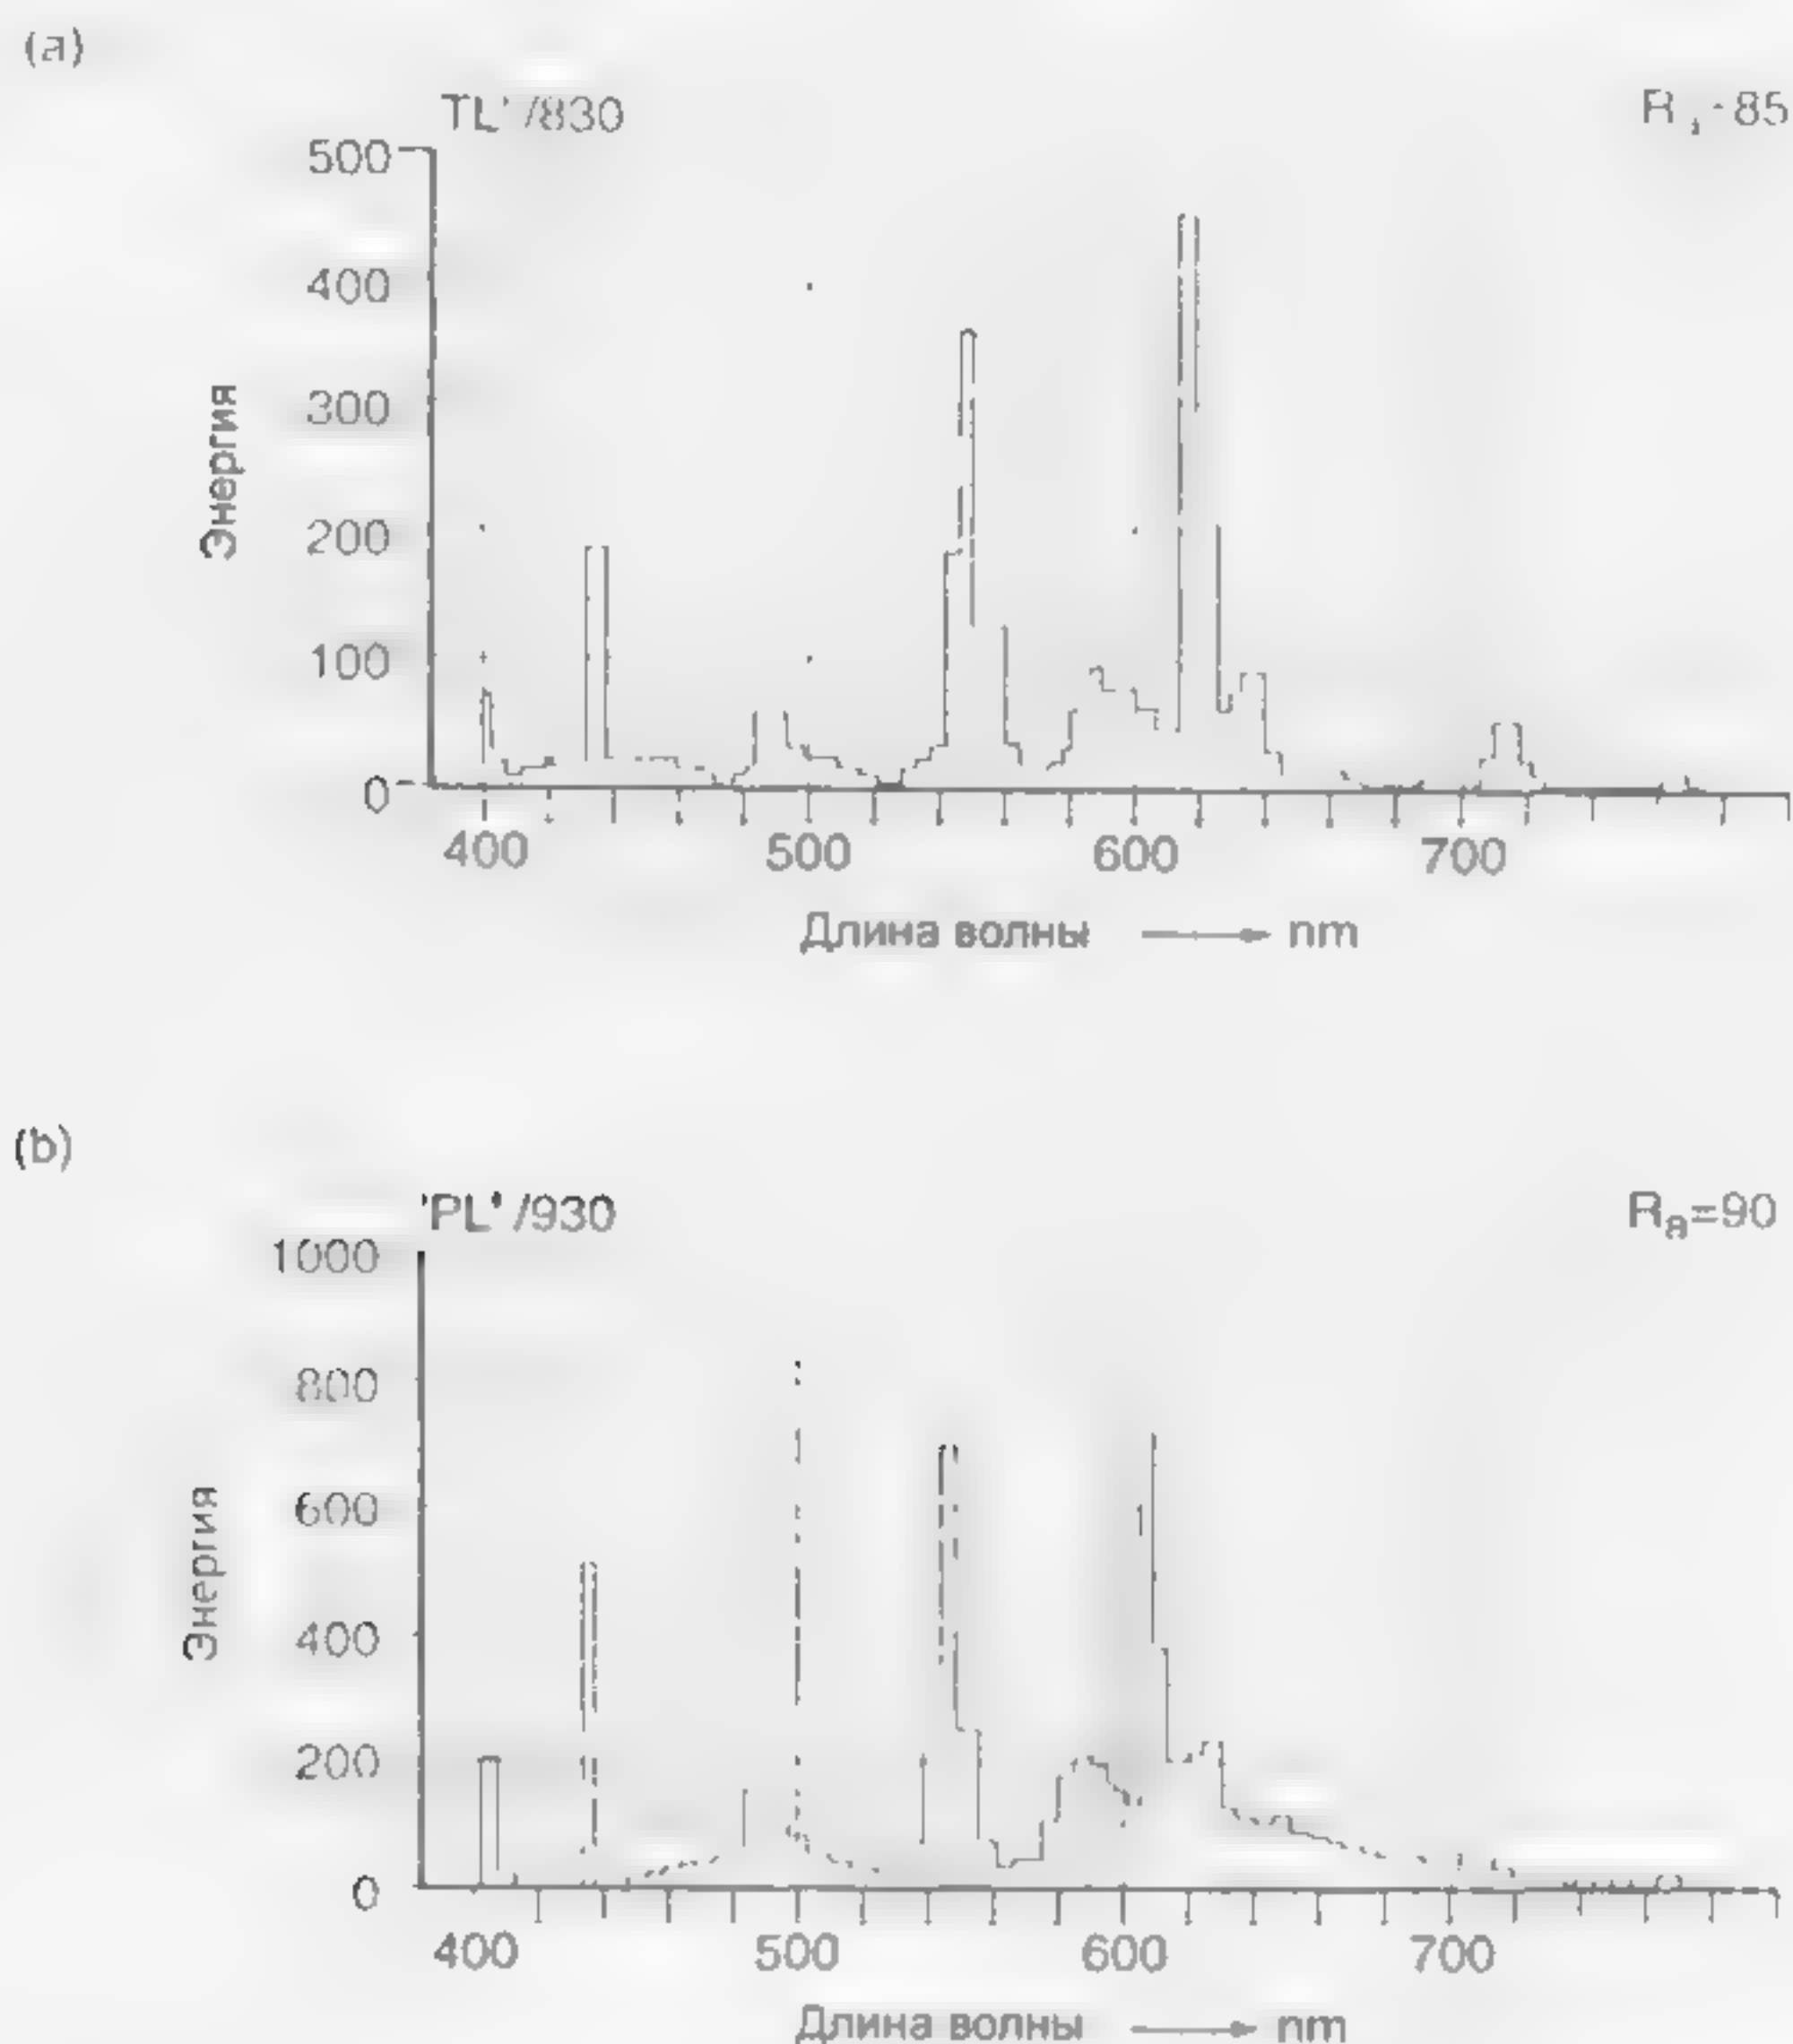

Рис. 8.8 Спектральное распределение энергии для ламп Colour 830 и Colour 930
- Цвет 930 ламп по индексу цветопередачи  $R_a$  лучше, чем 90, при 3000 К они имеют уменьшенную эффективность 50–70 люмен/ватт (в зависимости от завода-изготовителя). Они рекомендуются для «гибридной» установки, там, где происходит смешение «холодного» и «вольфрамового» света на лицах персонажей, то есть там, где «холодный» используется для заполняющего света, а вольфрамовые источники используются как «ключевой свет» (рис. 8.8).